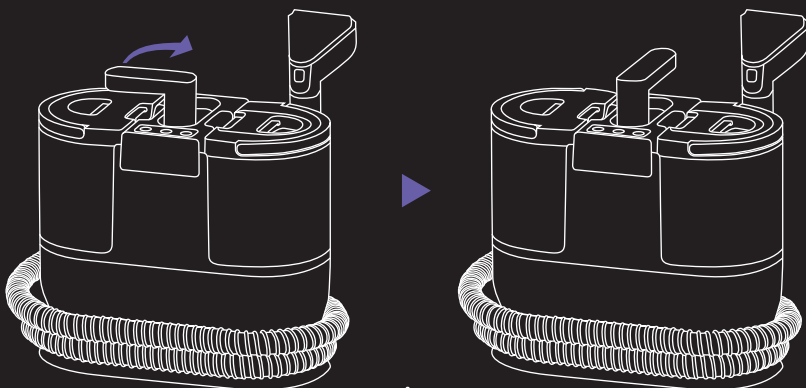

Fig. 1
2. La poignée principale doit être placée directement dans le mécanisme de verrouillage, comme illustré (Fig. 1). Tournez la poignée de 90 degrés dans le sens des aiguilles d'une montre jusqu'à ce qu'elle s'enclenche, ce qui signifie qu'elle est verrouillée.